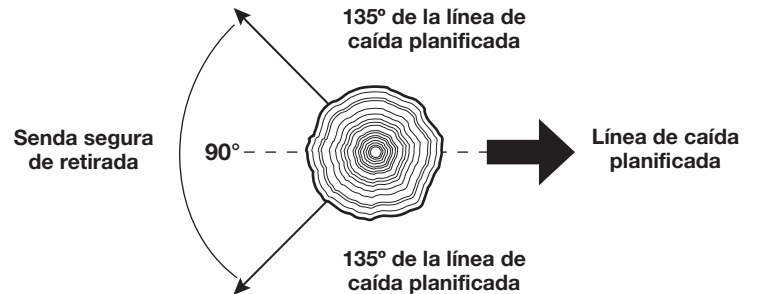

Fig. 12
- Determine una senda de escape rápida y segura. Despeje el área alrededor del árbol y compruebe que no haya obstrucciones que bloqueen la senda de escape. Establezca un corredor de escape en un ángulo de 90°, aproximadamente a 135° de la línea de caída (Fig. 12).